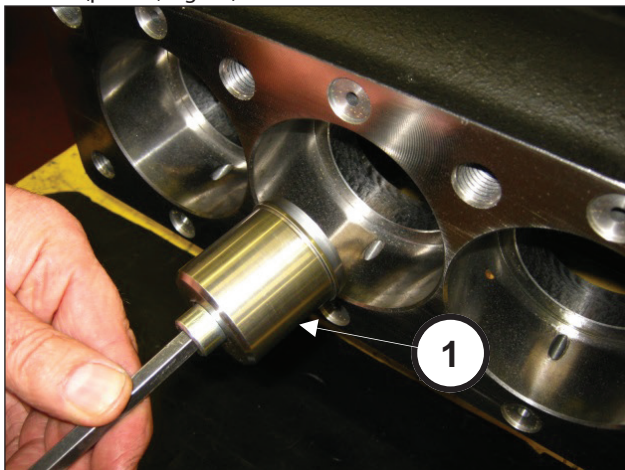
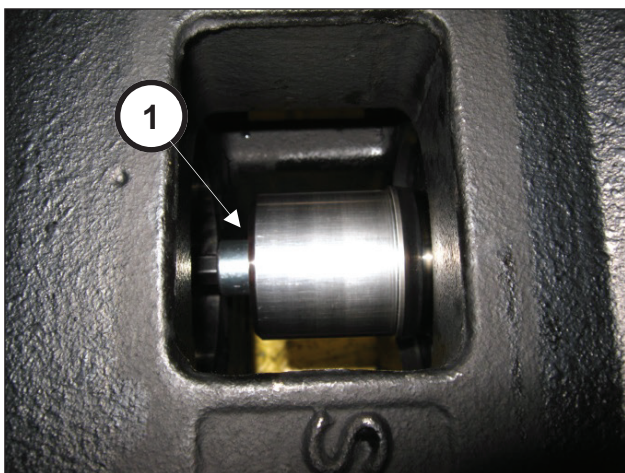

Fig. 34
Fig. 35
Inserire l'attrezzo (pos. ①, Fig. 34) e avvitarlo sullo stelo fino a battuta (pos. ①, Fig. 35).